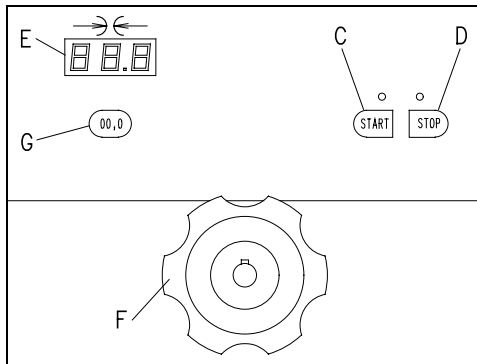

Fig. 4
- Premir a tecla START **C**. **Fig. 4**